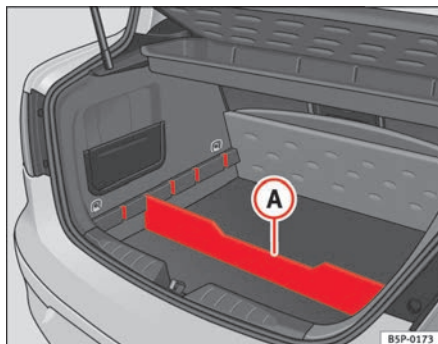

Fig. 106 Separador do piso do porta-bagagens
- Coloque o separador **A** ⇒ fig. 106, nas ranhuras laterais consoante o tamanho dos objectos a transportar. Debaixo do porta-objectos encontram-se as ferramentas de bordo e a roda sobresalente.